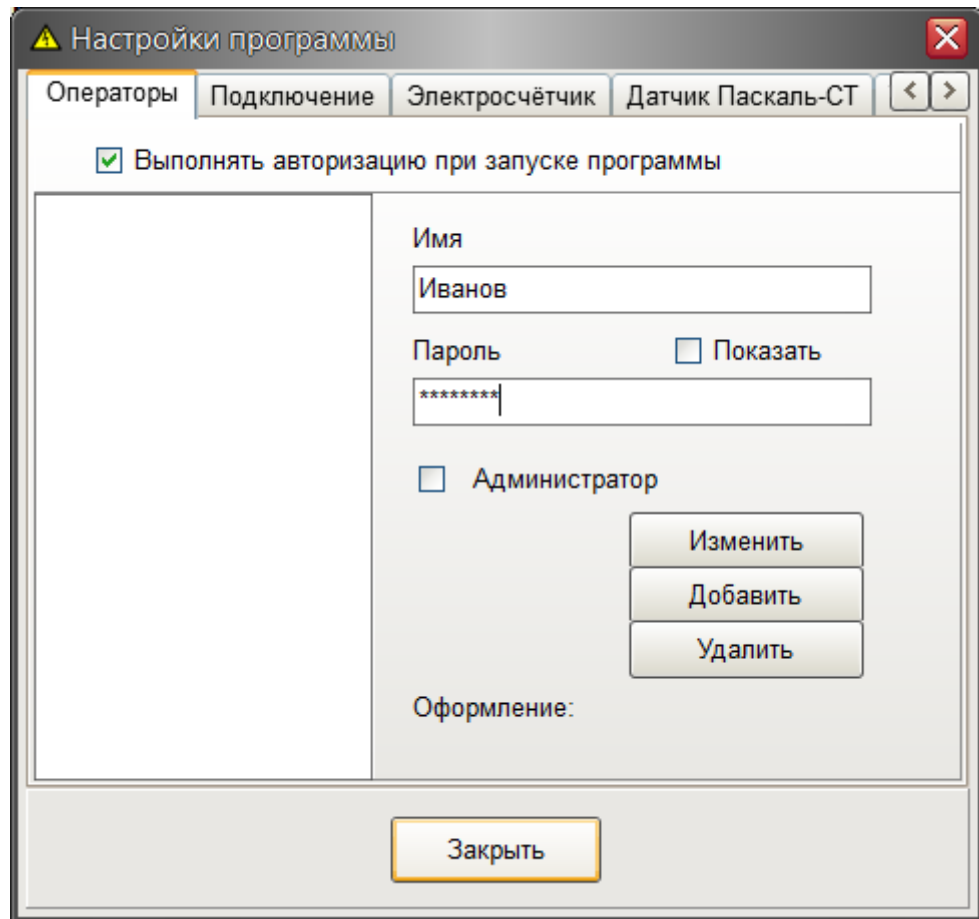

Рисунок 7 – Ввод имени операторов системы
6. В программе «Esafety» выбрать меню **Настройки / Настройки программы**, откроется окно «Настройки программы» (рисунок 7). На вкладке «Операторы» ввести имена, пароль и права доступа всех сотрудников, работающих со стендом. Как правило, операторы стенда не имеют прав администратора в целях предотвращения изменений параметров тестов.